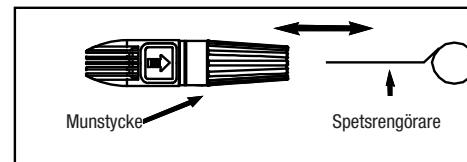

Bild 5 – För in spetsrengöraren i munstyckshålet och för den fram och tillbaka tills smutsen lossnar
- För in en tråd (t.ex. den medföljande spetsrengöraren eller ett uppvikta gem) i munstyckshålet och för tråden fram och tillbaka tills smutsen lossnar (se bild 5).